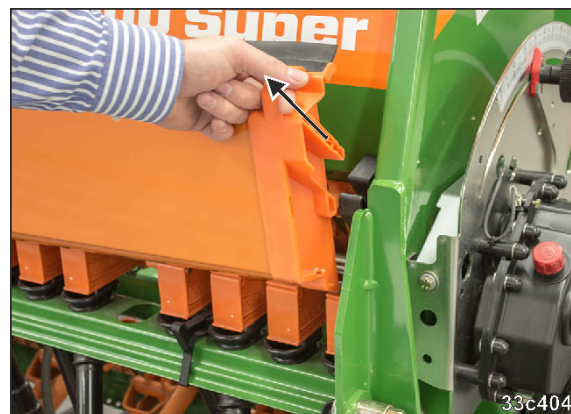

Fig. 142
1. Trageți cuvele de calibrare (Fig. 142) din suporturi.